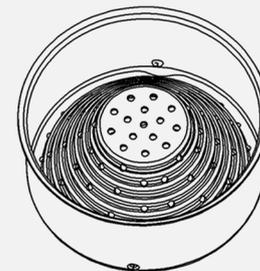

Рисунок 4
Примечание : Чаша (18) и Фильтр (12) обратите внимание при работе с соковыжималкой в этой части оборудования включена особая разработка, которая блокирует в процессе выжимания фрукта разъединение этих двух частей. Демонтируя или монтируя Фильтр (12) в Чаш (18) обязательно убедитесь, что деталь установлена правильно. (Рисунок 4).